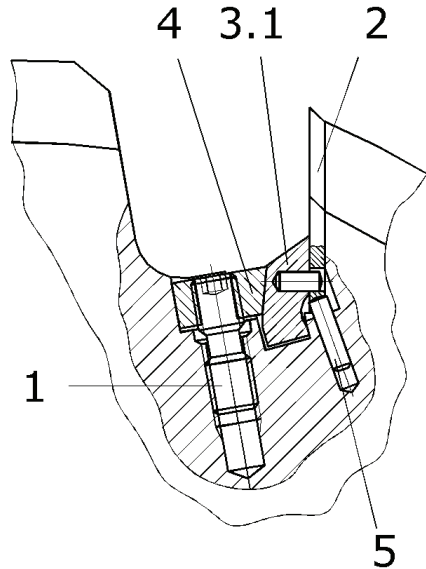
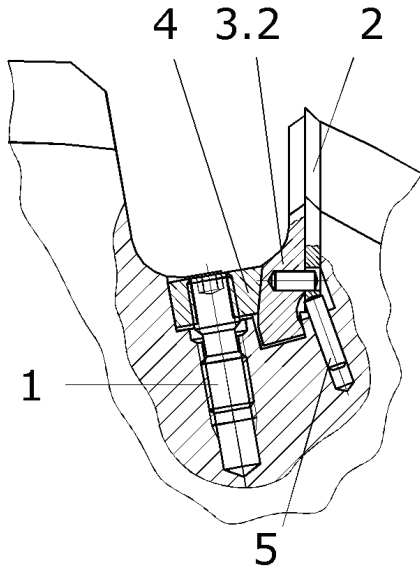

Abb. 1
Abb. 2
(s. Abb. 1, 2 und 3)
2. Gewindestifte (1) mit Torxschlüssel nur soweit lösen, dass die Druckbacke kurz (3.1) oder Druckbacke profiliert (3.2) mit der Profilschneide (2) aus dem Messersitz vollständig entfernt werden kann (ca. 2 Umdrehungen).
6. Die Profilschneide gemeinsam mit der entsprechenden Druckbacke präzise in die Messeraufnahme einsetzen (s. Abb. 1 und Abb. 2).